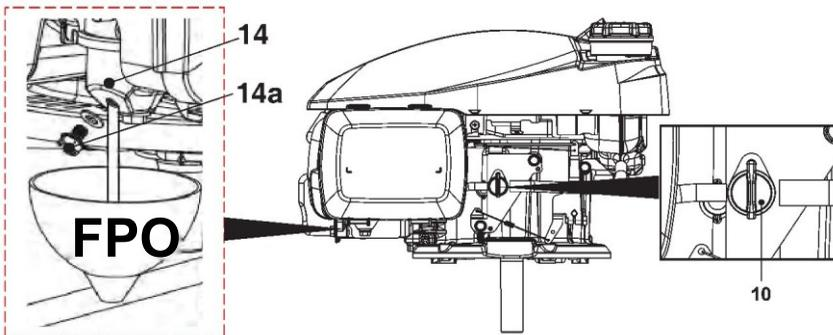

Рис. 33
2. Поверните рычаг топливного клапана (10) в положение OFF (ВЫКЛ).
4. Открутите винт слива топлива (14а) и дайте топливу стечь в ёмкость (рис. 33).